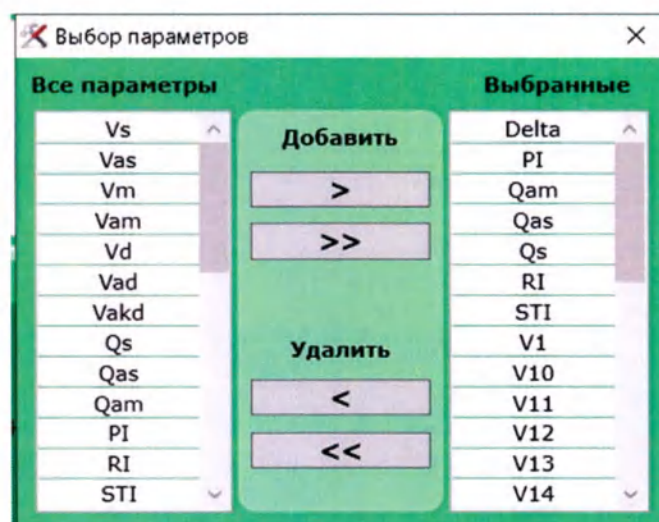

Рисунок 18 – Окно выбора отображаемых параметров
- Режим **Обследование/Выбор отображаемых параметров** позволяет выбрать те параметры, которые будут отображаться в протоколах обследований с помощью функциональных стрелок (> – добавить параметр, >> – добавить все параметры, < – удалить параметр, << – удалить все параметры) (рисунок 18).